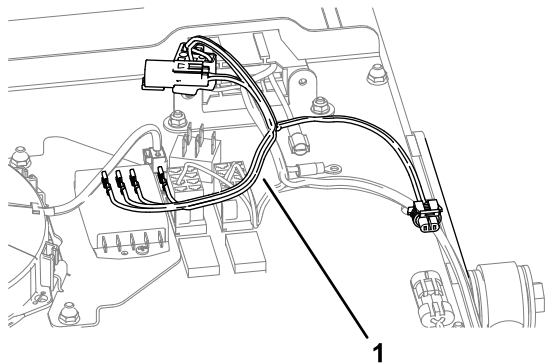

Figure 7
1. Amenez le faisceau de câblage du kit jusqu'au panneau de commande, comme montré à la Figure 7.